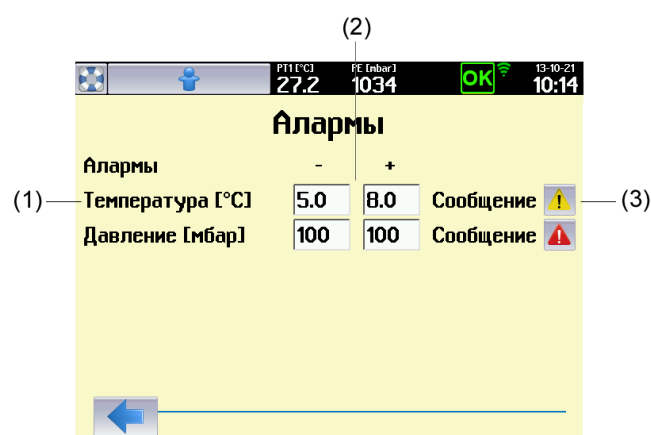

Рис. 47
Сигнализация предупреждает пользователя о том, что некоторые из регулируемых величин отклонились от установленных пределов. Можно контролировать температуру и давление. Поведение устройства при сигнале тревоги зависит от настройки кнопки (3), рис. 47, и оно аналогично поведению при предупреждении или ошибке (см. 8.3.3).